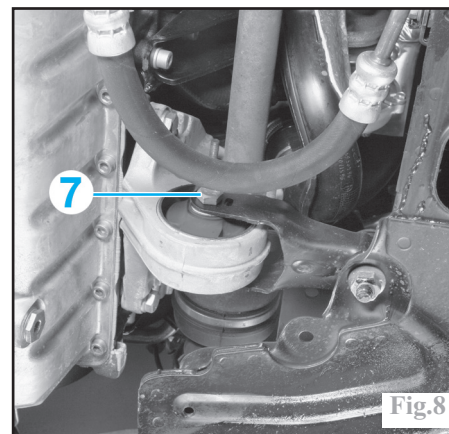

Fig.8
Récupérer le liquide de direction assistée. Désaccoupler l'échappement du berceau. Déposer la vis (7) de la biellette anticouple (Fig.8).